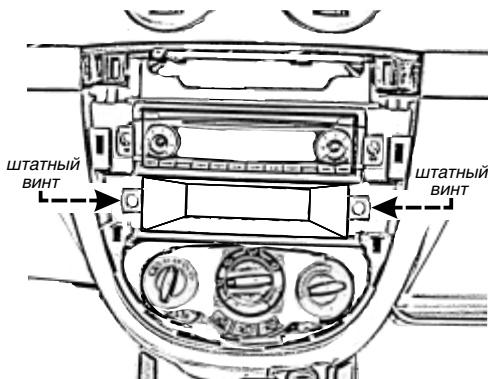

Рис. 4.17
2. Выкрутите штатные винты крепления перчаточного ящика, винты расположены по бокам от ящика, рис. 4.17.